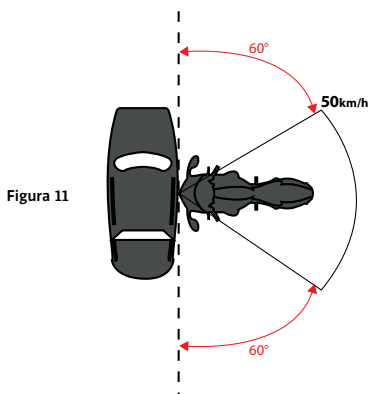

Figura 11
## Collisioni dove una motocicletta si scontra contro un veicolo o un ostacolo (figura 11)
**IMPORTANTE!** La figura 11 illustra l'involucro in cui è previsto che il sistema airbag Tech-Air™ strada si gonfi prima che il corpo dell'utilizzatore entri in contatto con un ostacolo. A velocità superiori ai 25km/h il sistema si dispiegherà indipendentemente dall'angolo di impatto, ma all'esterno della busta l'airbag potrebbe non essere completamente gonfiato prima che ci sia contatto tra l'ostacolo e l'utilizzatore.